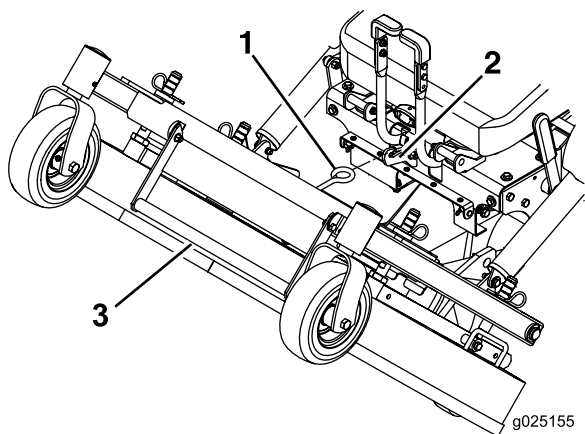

Figure 10
3. À l'aide de la poignée de levage du tablier, élevez le tablier et verrouillez-le dans la position levée (Figure 10).
1. Tenez fermement la poignée de levage du tablier de coupe, décrochez le verrou de la machine et abaissez lentement le tablier au sol (Figure 10).